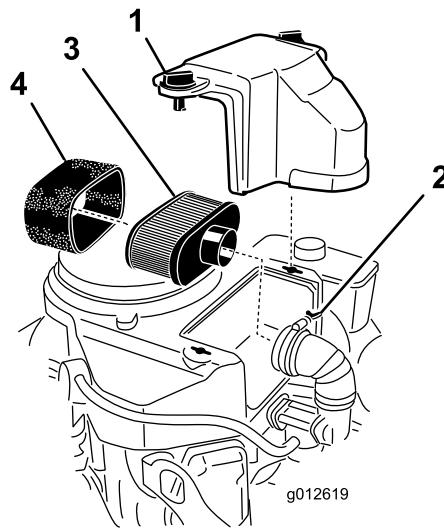

Figura 27
3. Limpie alrededor del limpiador de aire de forma que la suciedad no penetre en el motor y cause daños (Figura 27).
4. Desenrosque los pomos de la tapa y retire la tapa del limpiador de aire (Figura 27).
5. Desenrosque la abrazadera y retire el conjunto del limpiador de aire (Figura 27).
6. Retire cuidadosamente el filtro de gomaespuma del filtro de papel (Figura 27).
1. No llimpie el filtro de papel, cámbielo (Figura 27)
1. Deslice cuidadosamente el elemento de gomaespuma sobre el elemento de papel (Figura 27).
2. Coloque el conjunto del limpiador de aire sobre la base del limpiador de aire y fíjelo con 2 tuercas de orejeta (Figura 27).
3. Coloque la cubierta del limpiador de aire y apriete el pomo de la cubierta (Figura 27).